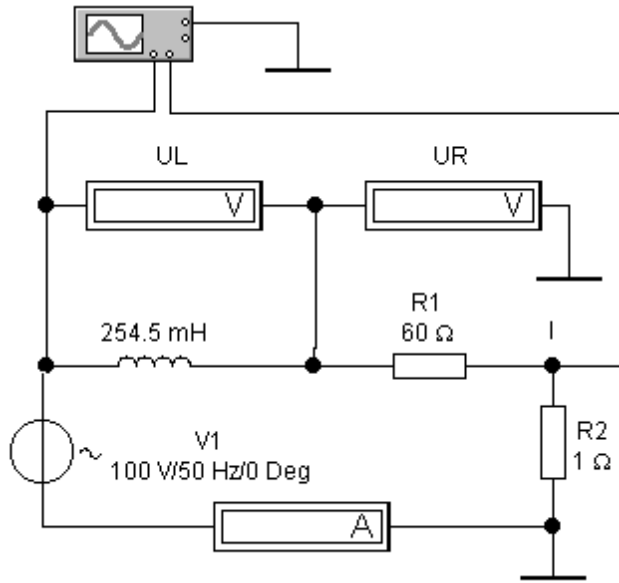

Рисунок 1.6
5.1. Измерение действующих значений токов и напряжений в цепи. Для схемы рис. 5.1 рассчитайте входное комплексное сопротивление, комплекс тока в контуре, напряжения на каждом компоненте, используя формулы (1.3), (1.4), (1.5), (1.8). Создайте схему (рис. 1.6). Результаты расчета проверьте экспериментально с помощью вольтметров и амперметра. По результатам эксперимента постройте топографические векторные диаграммы.